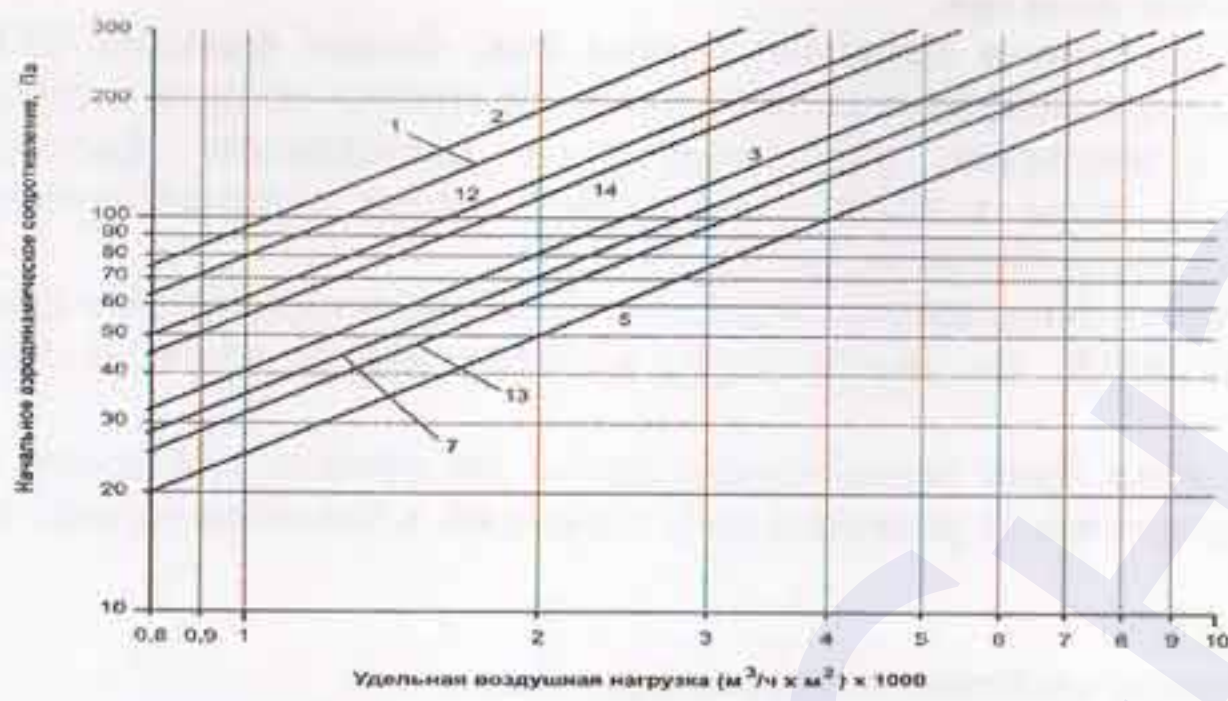

Рис.2.1 (а, б). Аэродинамическая характеристика фильтров ФяС
** - аэродинамическое сопротивление при воздушных нагрузках отличных от номинальной определяется по графикам рис.2.1 (а,б).
Расшифровка графиков к рис.2.1